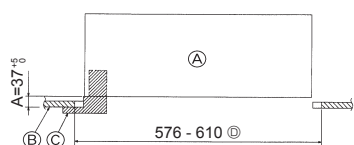

Fig. 6-2
②	Винт с шайбой	4	M5 × 0,8 × 28 (мм)
③	Лекало	1
④	Соединительный провод для приемника сигнала	1	Входит в комплект, если оснащено приемником сигнала.
⑤	Соединительный провод для датчика i-See	1	Входит в комплект, если оснащено датчиком i-See.
⑥	Зажим	2	Входит в комплект, если оснащено приемником сигнала.
⑦	Зажим	2	Входит в комплект, если оснащено датчиком i-See.
⑧	Беспроводной пульт дистанционного управления	1	Входит в комплект при наличии беспроводного пульта дистанционного управления.
⑨	Держатель пульта дистанционного управления	1	Входит в комплект при наличии беспроводного пульта дистанционного управления.
⑩	Батарейки LR6 AA	2	Входит в комплект при наличии беспроводного пульта дистанционного управления.
⑪	Шурупы-саморезы 3,5 × 16	2	Входит в комплект при наличии беспроводного пульта дистанционного управления.
6.2. Подготовка к присоединению решетки (Fig. 6-2)